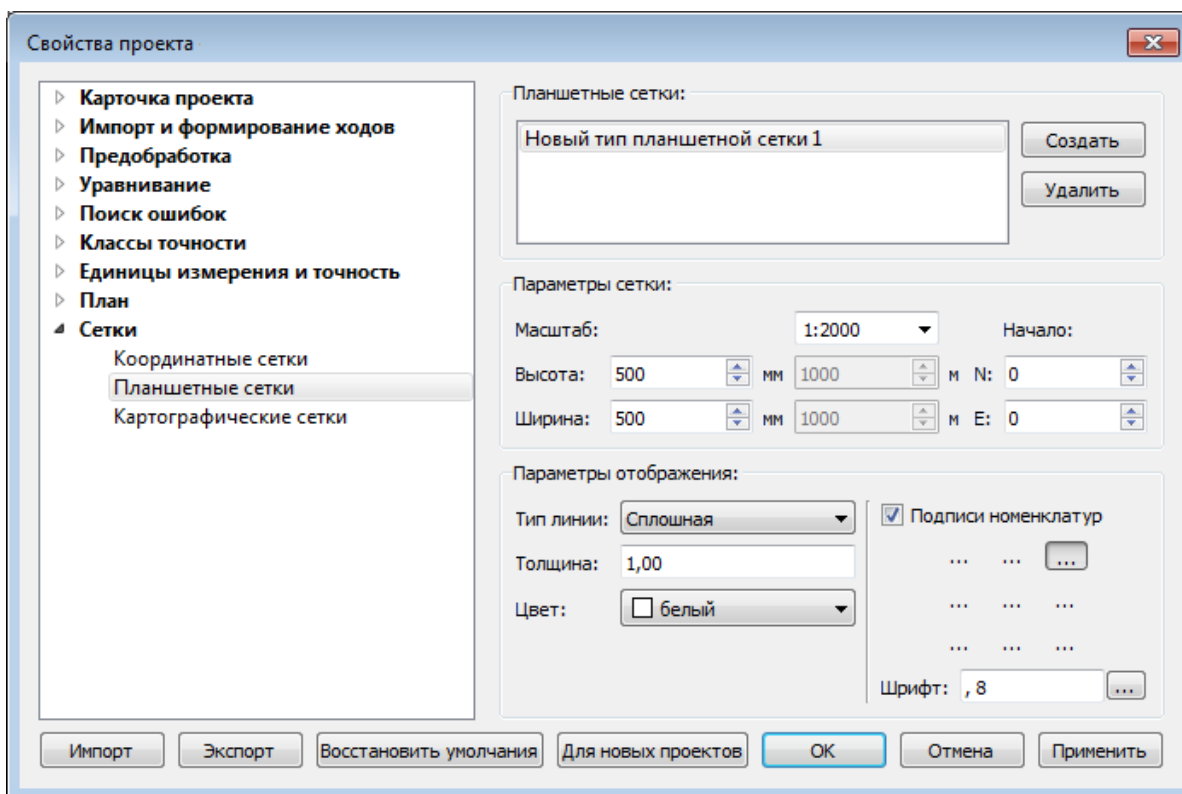

Рисунок 4.5
- В диалоге **Свойства проекта** выберите раздел **Планшетные сетки** (см. рис. 4.5).